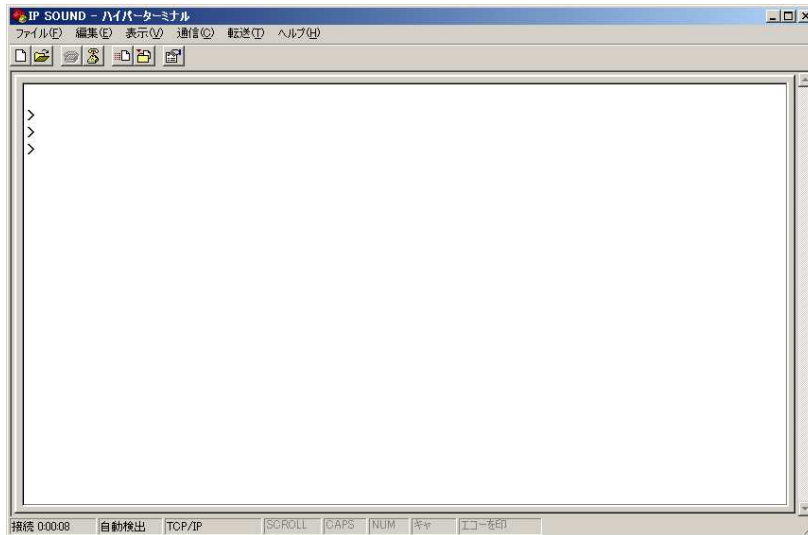

図 8.4
- e) 接続が完了すると、図 8.4 の通り、「>」(プロンプト)が表示されます。